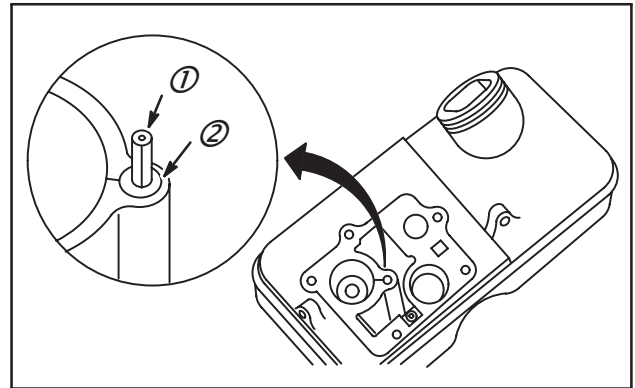

Fig. 33
Le kit de réparation **Réf. : 391413** peut être utilisé pour réparer un réservoir Pulsa-Jet qui n'est pas plan. Installer une goupille fendue (1) et une rondelle en Téflon (2). Voir Fig. 33.